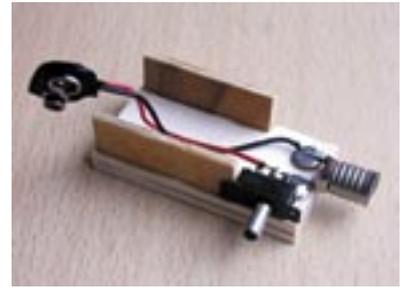

Bild 5: Der Batterieclip ist angeschlossen.
4. Schritt: Was jetzt noch fehlt, ist der Batterieclip. Ein Anschluss ist an einen Schalterkontakt, der andere an die Reißzwecke zu löten, die nicht mit dem Schalter verbunden ist. **Bild 5** zeigt das